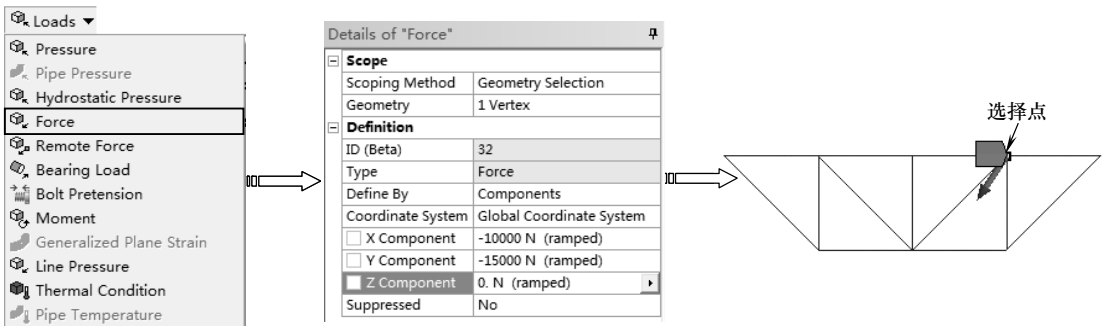

图 5-102 施加力
4) 单击【Environment】工具栏上的【Loads】|【Force】命令，单击【图形】工具栏上的选择模式下的【Single Select (单选)】按钮 ，然后单击【Point (选择面)】按钮 ，在【Details of “Force”】列表中单击【Scope】选项下的【Scoping Method】项，选择如图 5-102 所示的点。单击【Geometry】项中的【Apply】按钮，在【X Component】文本框中输入-10000，在【Y Component】文本框中输入-15000，如图 5-102 所示。